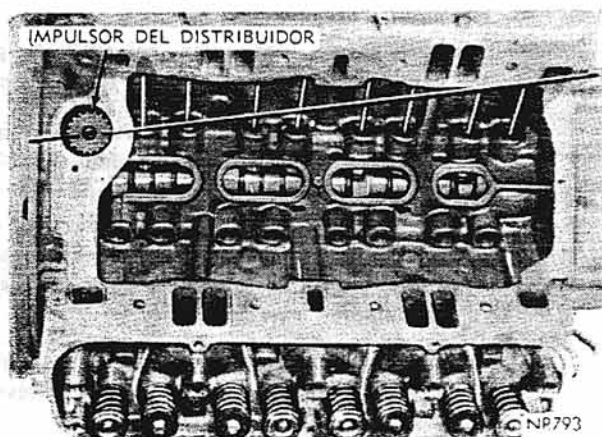

Fig. 25: - Instalación del Engranaje Impulsor del Distribuidor
9. Con el indicador de comienzo de encendido en "0", (polea antivibradora), instálase el engranaje impulsor del distribuidor con la ranura apuntando hacia el primer tornillo del múltiple de admisión en el lado izquierdo del motor (Fig. 25).
4. Instálase el eje de tal forma que cuando el engranaje gire a su lugar, éste se alinearé con el eje de la bomba de aceite, siendo así que la ranura de la parte superior del engranaje de mando estará alineada hacia el primer bulón del múltiple de admisión en el lado izquierdo del motor (Fig. 25).